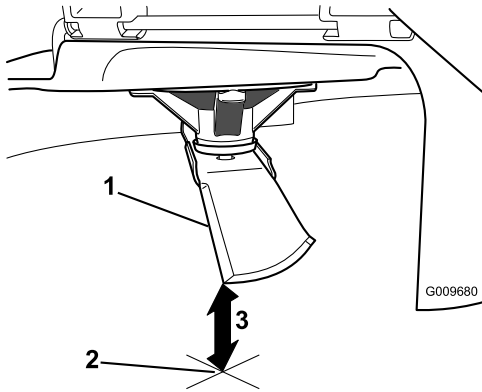

Figure 46
- Mesurez la distance entre la pointe de la lame et la surface plane (Figure 46).